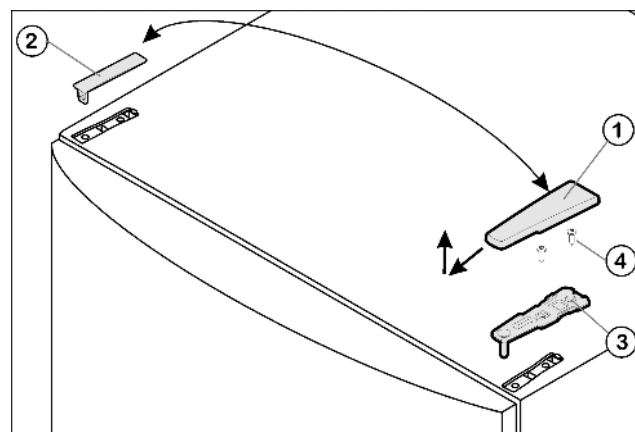

Fig. 4
- ▶ Потяните крышку Fig. 4 (1) вперед и вверх.
- ▶ Снимите крышку Fig. 4 (2).
- ▶ Открутите верхний опорный кронштейн Fig. 4 (3)(2 шт. Torx® 25) Fig. 4 (4) и вытяните вверх.
- ▶ Установите верхний опорный кронштейн Fig. 4 (3) на новой стороне шарнира и защелкните в дверце.
- ▶ Привинтите верхний опорный кронштейн (**с моментом 4 Нм**) (2 шт. Torx® 25) Fig. 4 (4). При необходимости проделайте отверстия или используйте аккумуляторную отвертку.
- ▶ Наденьте и защёлкните крышку Fig. 4 (1) и крышку Fig. 4 (2) на противоположной стороне снаружи.